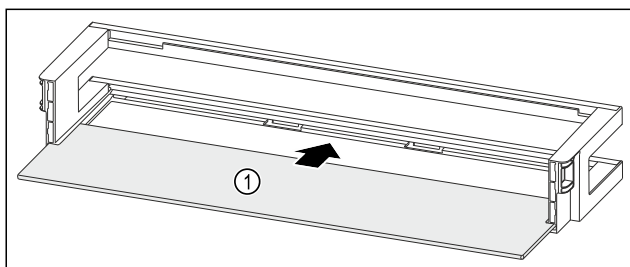

Fig. 214 Balconnet de contre-porte avec tablette de rangement
- Insérer la tablette de rangement Fig. 214 (1) dans les évidements latéraux.